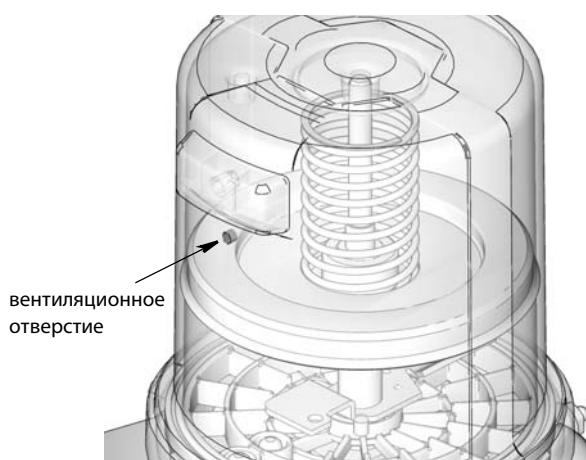

Рис. 20
3. Заливайте смазку в резервуар до тех пор, пока пресс-шайба не откроет вентиляционное отверстие (Рис. 20) и из резервуара не выйдет большая часть воздуха.